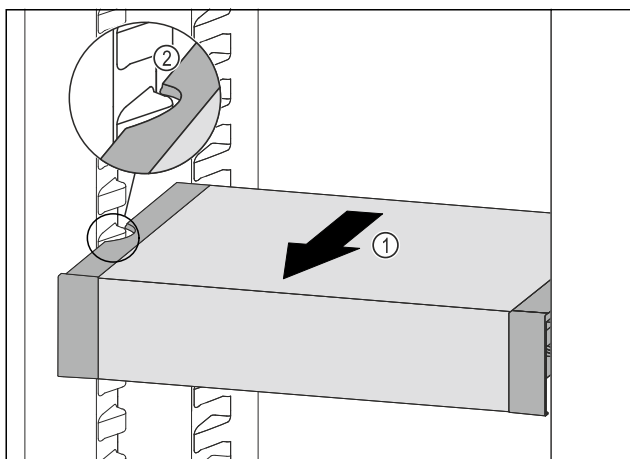

Fig. 116
- Изтеглете VarioSafe напред Fig. 116 (1), докато страничните прорези на VarioSafe се намират на височината на реброто на съда в хладилната част. Fig. 116 (2)